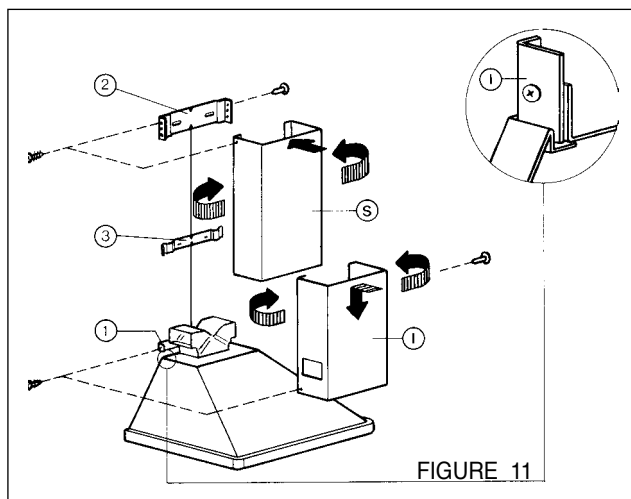

FIGURE 11
10. La cheminée doit être rattachée à la hotte. La section supérieure de la cheminée (S) doit être installée en premier, puis la section inférieure (I). Les deux sections sont fixées de façon sécuritaire au mur sous les fixations de montage, tel qu'il est indiqué à la FIGURE 11. Une fois la cheminée en position, utiliser les vis pour fixer le haut et le bas de la cheminée sur les fixations.